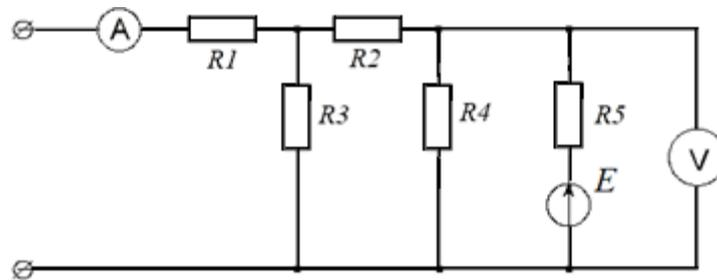

Рис. 1.58. Схема к задаче 9
9. Определить показание вольтметра и все токи, если $R_1 = R_3 = R_4 = R_5 = 1 \text{ Ом}$, $R_2 = 0,5 \text{ Ом}$, $E = 1 \text{ В}$. Сопротивление вольтметра $R_v = 100 \text{ кОм}$, $I_0 = 10 \text{ А}$ (рис. 1.58).